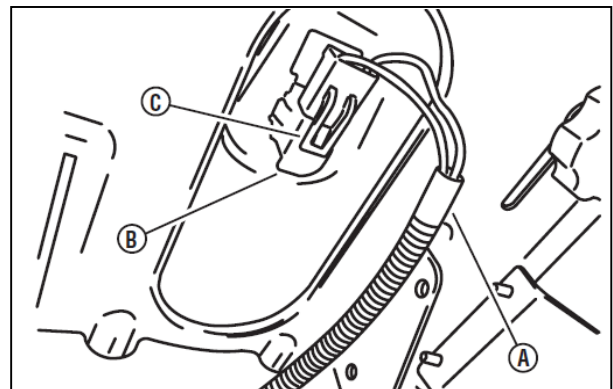

図 1-15
- E. スイッチハーネス(図 1-15 の A)をシートスイッチ(B)に接続します。固定用のタブ(C)がロックされていることを確認してください。